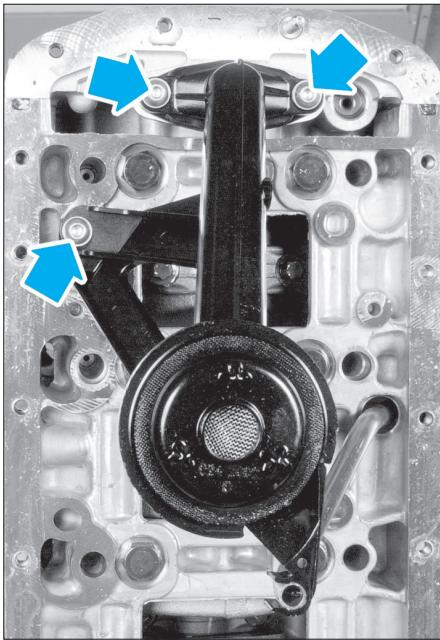

Fig. 15
- les vis de fixation de la crête (Fig.15).